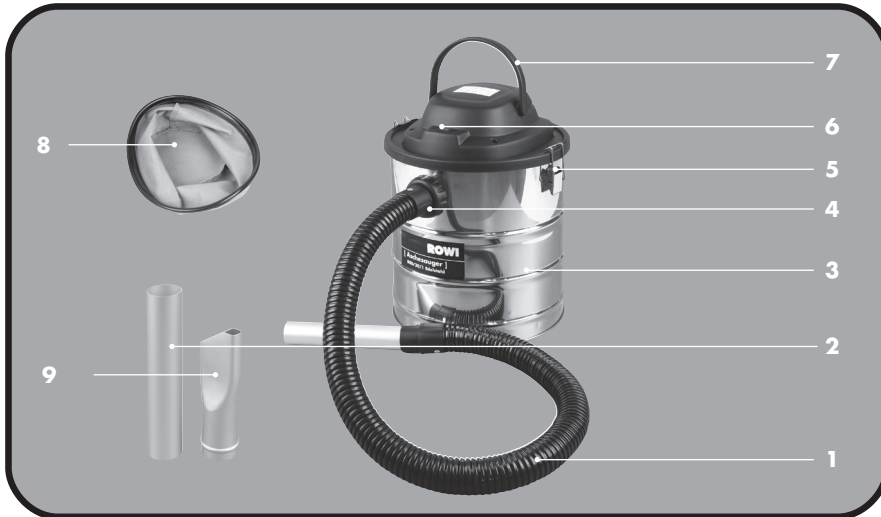

Abb. 2: Geräteübersicht
2. Stecken Sie das Saugrohr (siehe Abb. 2, Nr. 2) auf den Saugschlauch (siehe Abb. 2, Nr. 1). Je nach Bedarf kann auch noch zusätzlich die Fugendüse auf das Saugrohr aufgesteckt werden (siehe Abb. 2, Nr. 9).
2. Starten Sie das Gerät, indem Sie den Ein-/Ausschalter (siehe Abb. 2, Nr. 6) auf Position I bringen.
1. Bringen Sie den Ein-/Ausschalter (siehe Abb. 2, Nr. 6) auf Position 0.